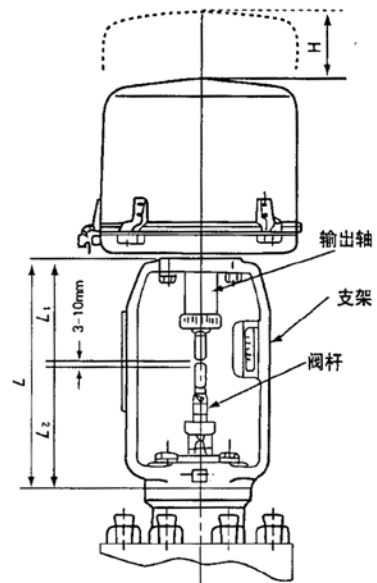

图6
5.1 由于执行器的配线、调整及检查维护等工作需要拆卸护罩，因此在安装时，执行器顶部应留有一定的空间（见图6），应留空间尺寸H见表2
5.3 执行器通过支架和调节阀联结后，用开合螺母连接输出轴和阀杆时，输出轴的下端与阀杆的上端之间应留有 3~10mm 距离（见图6）。